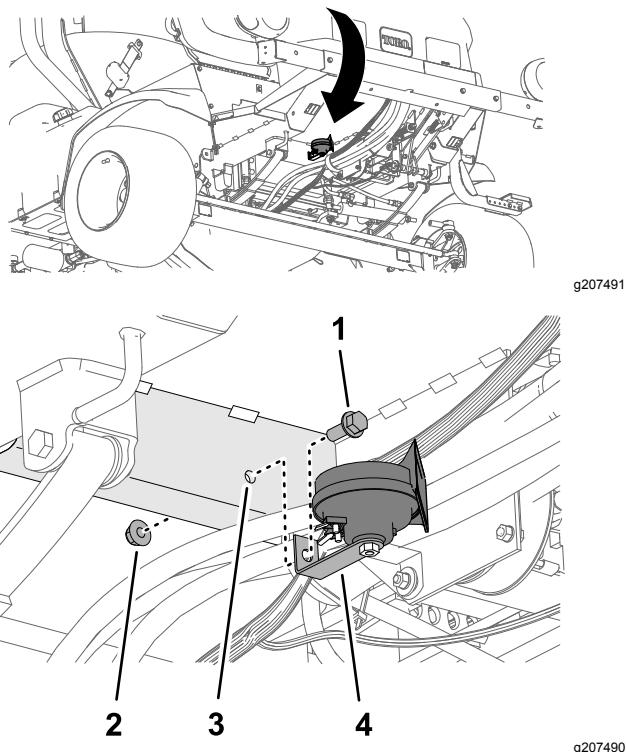

Figura 36
1. Alinhe o furo no suporte do conjunto da buzina com o furo 10 mm no ângulo da placa do piso adjacente aos tubos hidráulicos da direção (Figura 36).
2. Monte o suporte no conjunto da buzina no ângulo da placa do piso (Figura 36) com um parafuso de cabeça flangeada (3/8 x 1 pol.) e uma porca de bloqueio flangeada (3/8 pol.).